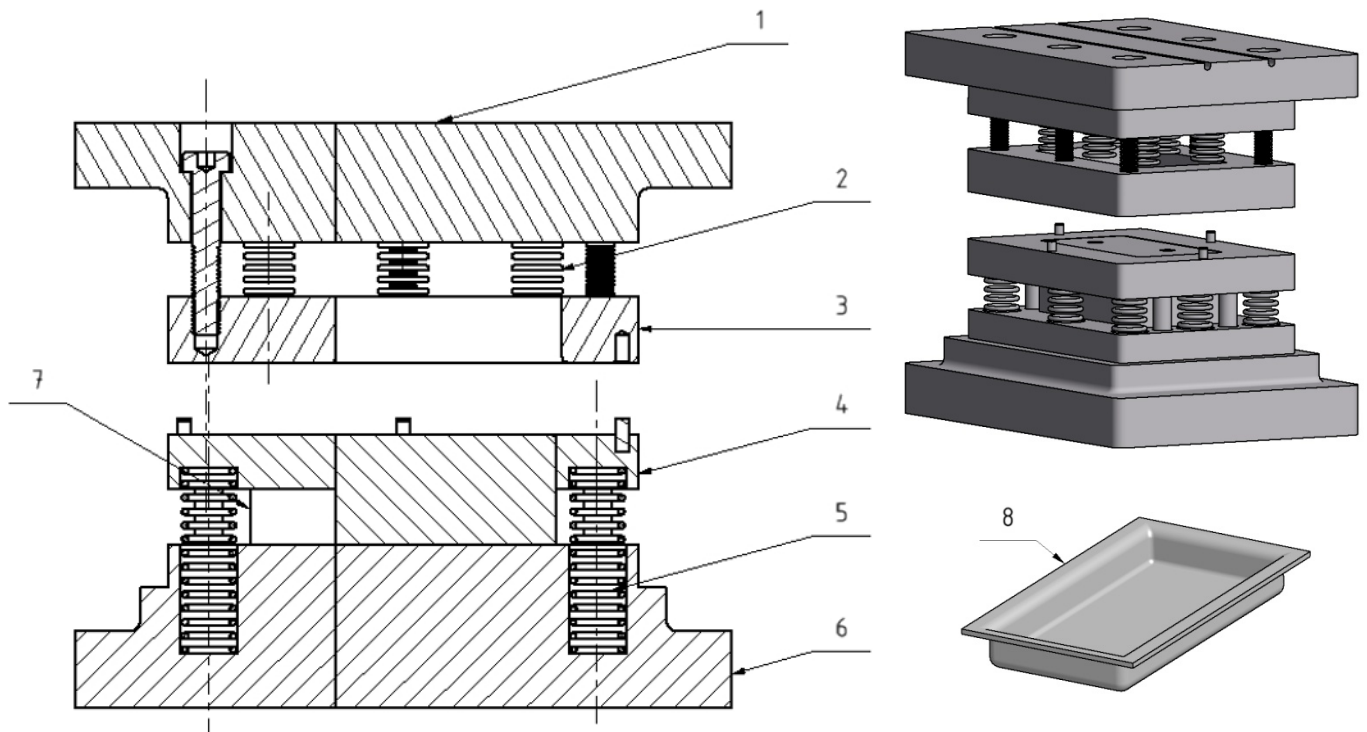

Bild 2-6 Ziehwerkzeug für Wanne
■ Ziehwerkzeug für Wanne	Bild 2-6